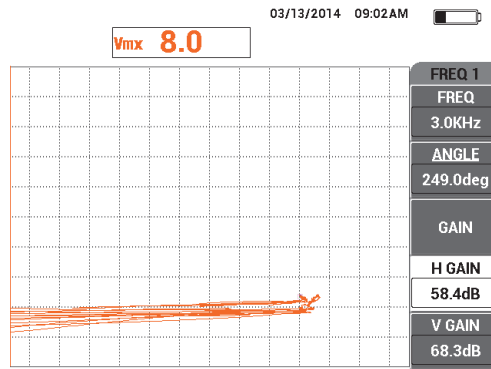

Abbildung 5-106 Einstellen der H VERST für FREQ 1
13. Heben Sie die Sonde in die Luft und drücken Sie die Menütaste MAIN FILTER (🌀). Beim leichtem Tippen der Sonde an Position 1, drücken Sie die Funktionstaste D, um **H-VERST** von Frequenz 1 zu verringern bis das Liftoff-Signal des Kanals **MIX** fast horizontal ausgerichtet ist (siehe Abbildung 5-106 auf Seite 218).